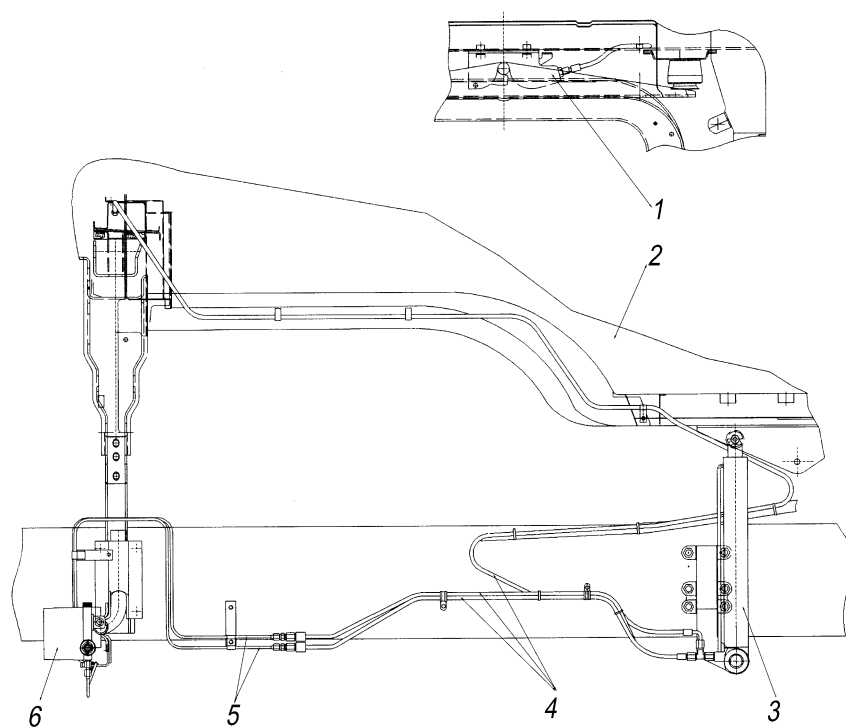

Рис. 70. Гидравлическая система опрокидывания кабины:
**Гидравлическая система опрокидывания кабины** (рис. 70) включает в себя ручной гидравлический насос 6 двойного действия, шланги 4 высокого давления и трубопроводы 5, гидроцилиндр 3 опрокидывания кабины, гидроцилиндр 1 центрального замка запора кабины.